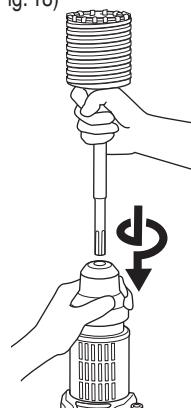

Fig. 18
(2) Monter la queue de couronne sur le marteau rotatif à percussion. (Fig. 18)